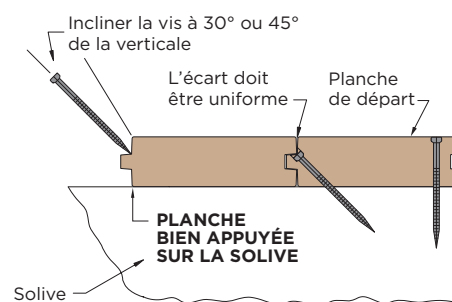

Figure 2
- Une fois la planche complètement engagée dans celle de départ, enfoncez un clou ou une vis dans chaque solive, tel qu'illustré à la figure 2. N'oubliez pas de chasser les têtes de clous ou de vis pour permettre la pose de la planche suivante.